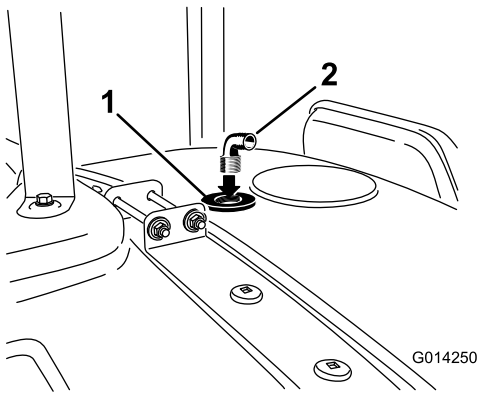

Figura 18
8. Instale a união de 90° na abertura roscada da união do anteparo (Figura 18).